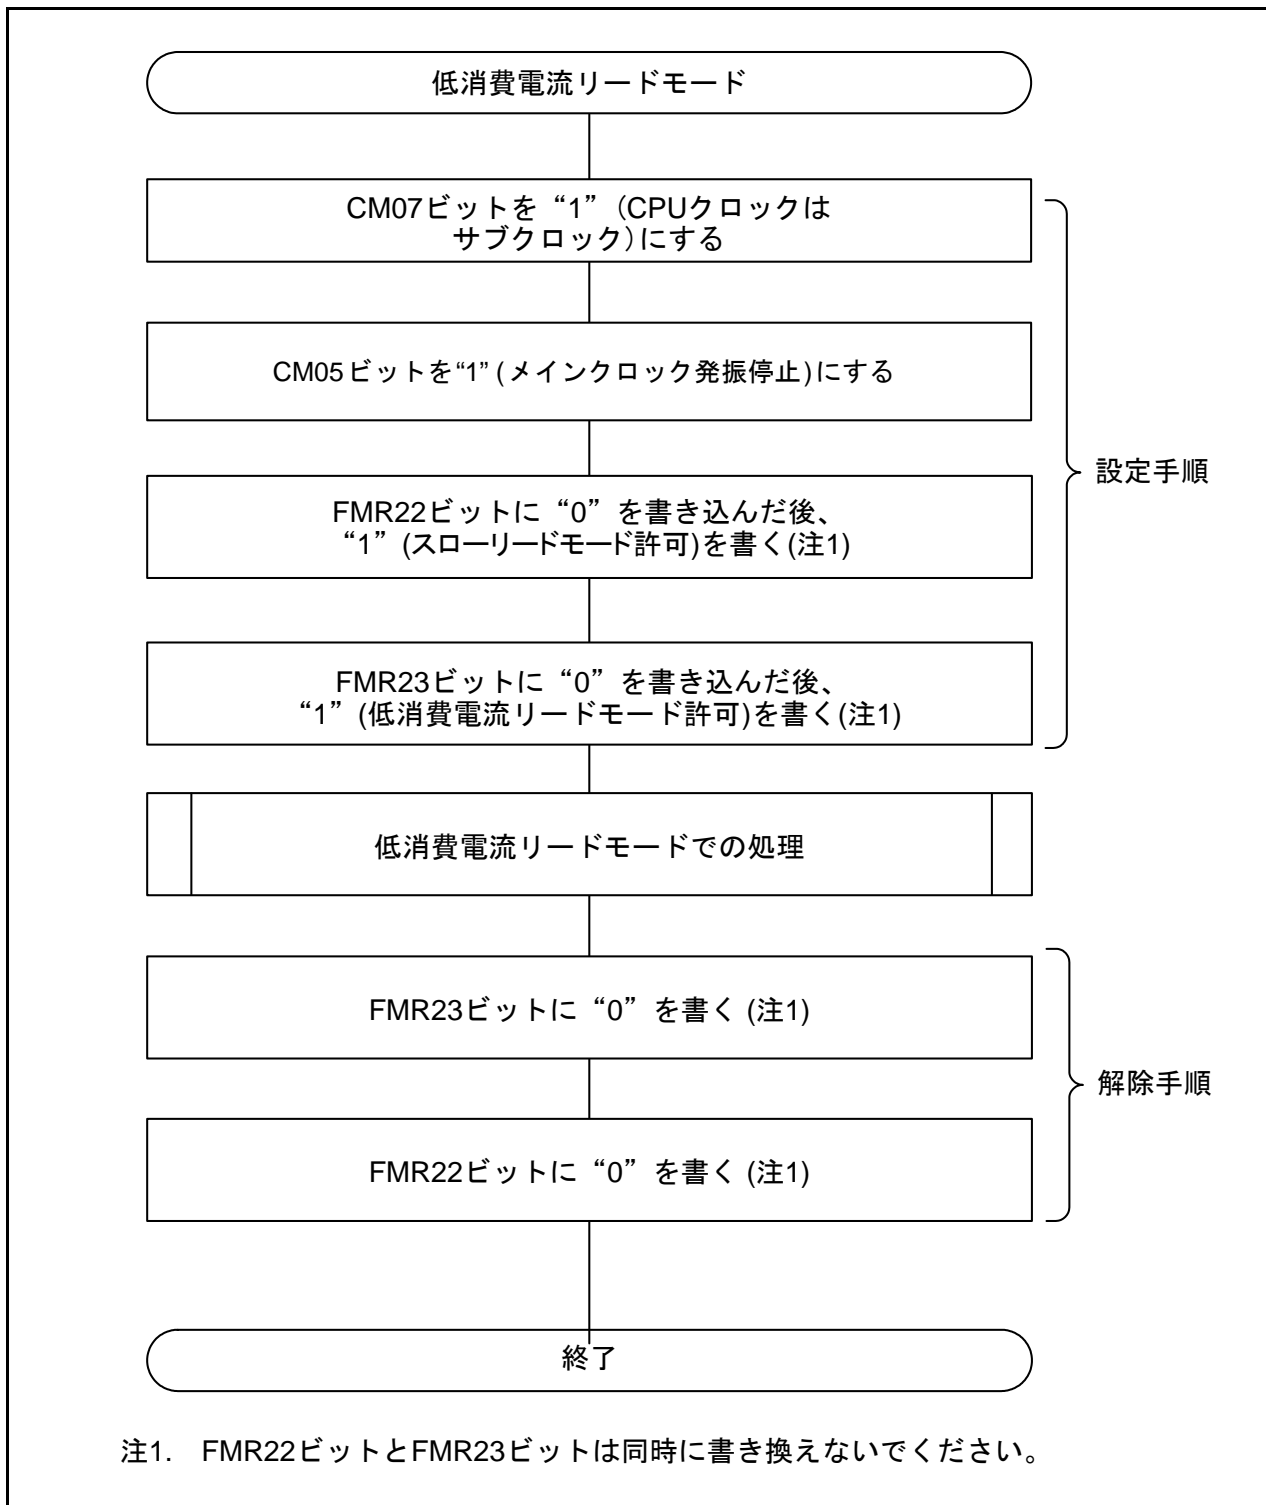

図 9.5 低消費電流リードモードの設定、解除
CM0レジスタのCM07ビットが“1” (CPUクロックはサブクロック) のとき使用できます。図 9.5 に低消費電流リードモードの設定、解除を示します。
- 低消費電流リードモードに遷移する際は、スローリードモードを経由してください(「図 9.5 低消費電流リードモードの設定、解除」参照)。